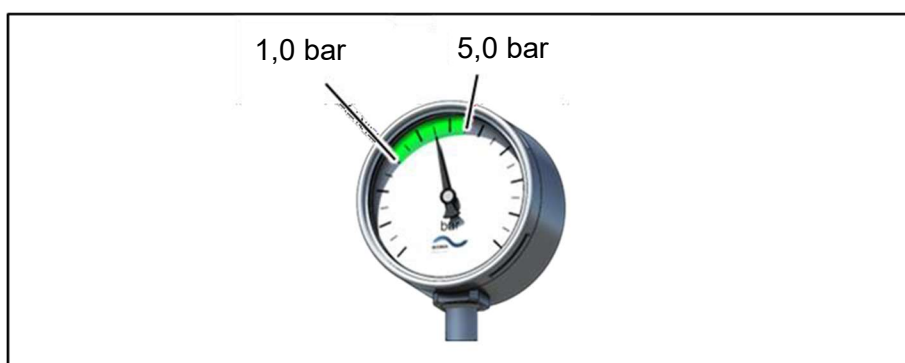

Figura 15: Manómetro en la línea de alimentación
11. Regule la presión de alimentación en el intervalo de 1,0 a 5,0 bar (Figura 15), por ejemplo, a través de la bomba centrífuga (en su caso).